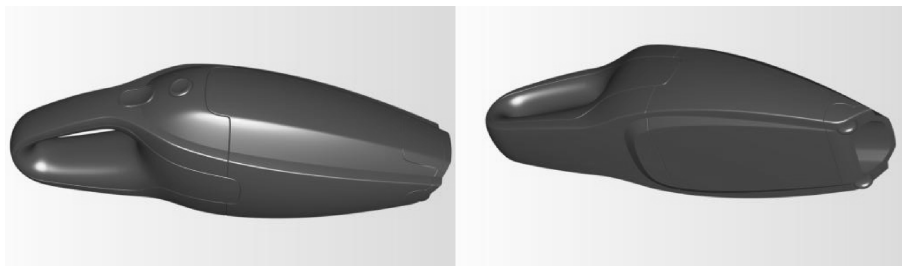

图 9-53 将模型镜像转化为实体
- 55 执行菜单栏中【Layers】|【Symmetry】|【Create Geometry】命令, 创建整个模型的镜像实体, 完成吸尘器整个建模过程, 如图 9-53 所示。